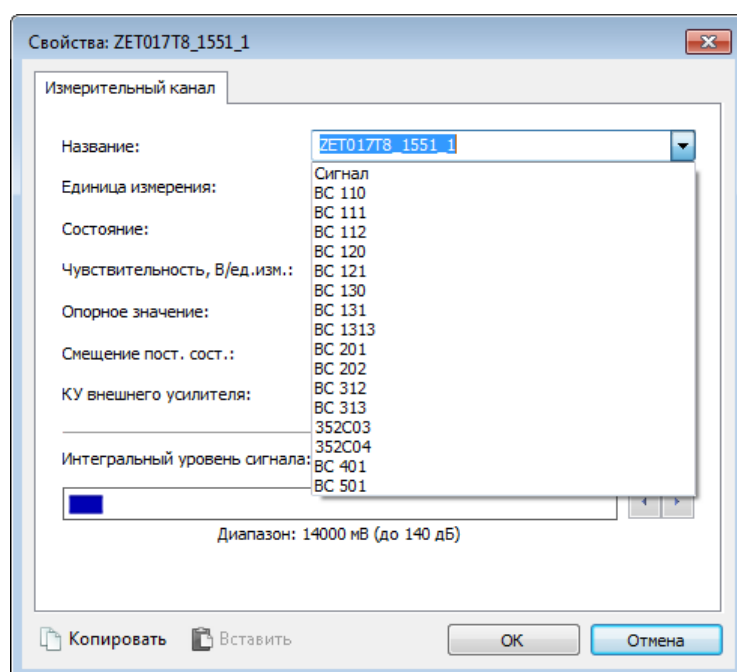

Рис. 4.19 Окно «Свойства» со списком типовых датчиков
В случае если к измерительному каналу тензостанции подключается типовой датчик следует перейти в поле «Название» и активировав указатель на выпадающий список «▾» (Рис. 4.19), выбрать из списка тип подключаемого датчика, при этом в поле «Название» будет введено название типа датчика, которое можно скорректировать путем ввода необходимого названия измерительного канала с клавиатуры.
**Внимание!** В случае, когда необходим доступ к произвольной настройке для всех параметров в окне «Свойства» в поле «Название» выбирайте из списка тип «Сигнал» (Рис. 4.19), в случаях выбора иных типов изменение некоторых параметров окна «Свойства» могут быть ограничены.